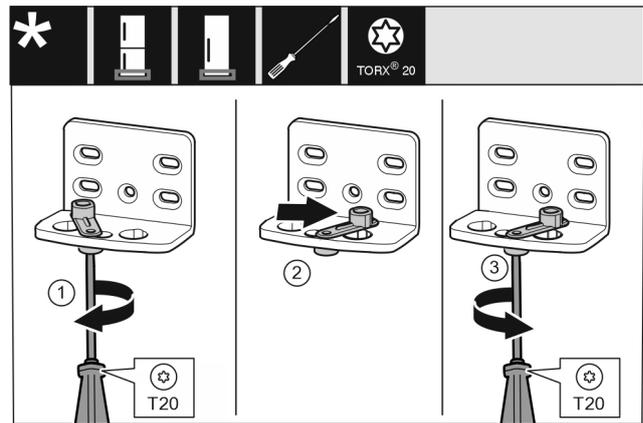

Fig. 13
- ▶ Skrutkovačom T20 voľne zaskrutkujte skrutku. Fig. 13 (1)
- ▶ Pomôcku na zatváranie dverí zdvihnite a otočte o 90° doprava v otvore. Fig. 13 (2)
- ▶ Skrutkovačom T20 pevne zaskrutkujte skrutku. Fig. 13 (3)